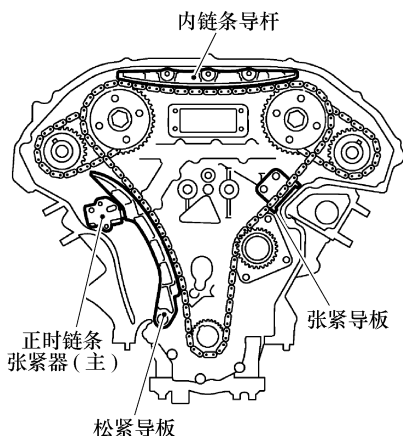

图 3-45 安装内链条导板
8) 安装内链条导板、松紧导杆和正时链条张紧器(主),如图 3-45 所示。